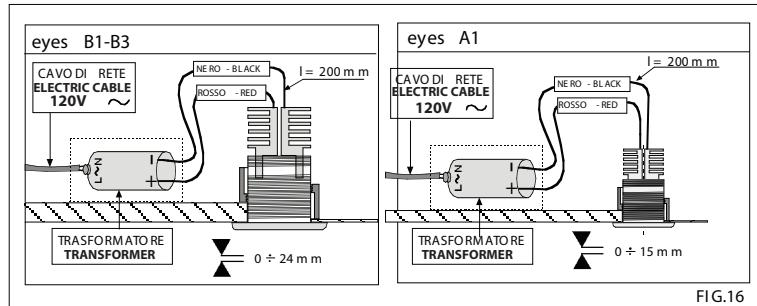

FIG.16
- Seg uendo leis truzioni de la installazione dell'apparecchio E YES G ROUND , collegare l'apparecchio allo specifico trasformatore per LED e i trasforma tore alla re FIG. 3-4 -5-6 / FIG. 16
- Follow the installation instructions for EYES GROUND and connect the light fixture to the special transformer for LEDS and connect the transformer to the mains FIG. 3-4 -5-6 / FIG. 16
- Sui vre les instructions d'installatation de l'appareil EYES GROUND D, con necter l'appareil au transformateur spécifique pour LEDS et co nnecter le transformator a u rése au FIG.3-4 -5-6 / FIG. 16
- Die Installationsnweisungen für EYES GROUND folgen und die Leuchte mit dem speziellen Transformator für LEDS verbinden und dann den Transformator an die zentralen Ließen FIG. 3-4 -5-6 / FIG. 16
- Seguir las instrucciones de instalación de la luminaria EYES GROUND, conectar la luminaria al transformador para LEDS y co nectar el trans formador a la red FIG.3-4 -5-6 / FIG. 16